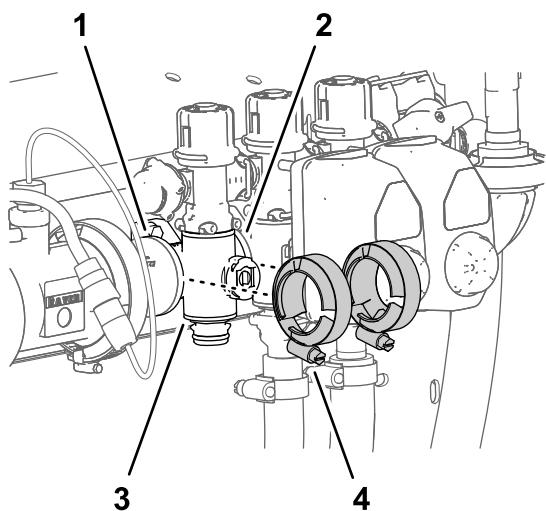

Figure 111
3. Retirez les 2 colliers bride qui fixent la vanne de collecteur de section aux brides des composants adjacents (Figure 111).